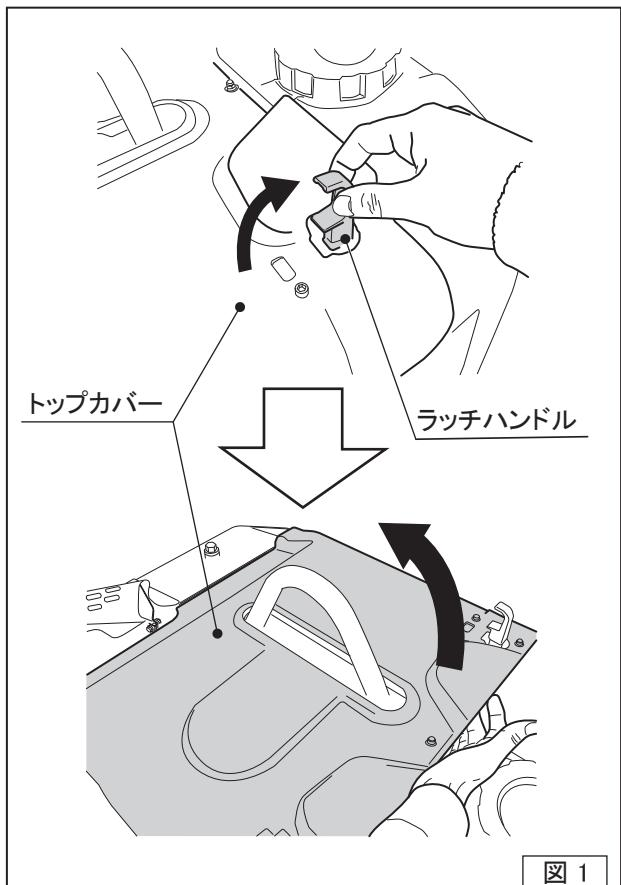

図 1
- ラッチハンドルを上げ、トップカバー やサイドカバーを開けてください。(図1,2)